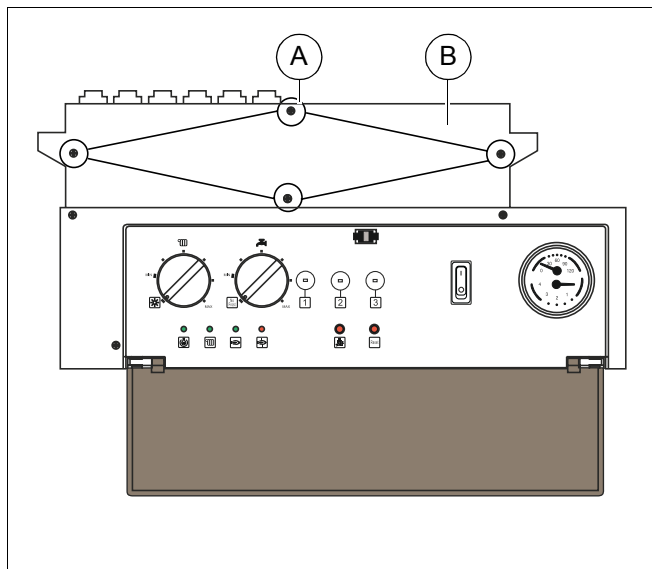

Fig. 31 Stabilirea poziției jumperilor
- Pentru a facilita realizarea racordului, îndepărtați cele 4 șuruburi (Fig. 31, **Poz. A**) și înlăturați (Fig. 31, **Poz. B**) învelișul.